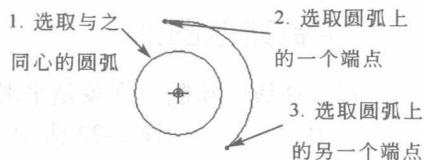

图 2-16 同心圆弧的绘制
(2) **同心圆弧的绘制** 点选按钮 ，先用鼠标左键选取与之同心的圆弧，再选取圆弧上的两 endpoint，单击鼠标中键结束同心圆弧的绘制。如图 2-16 所示。